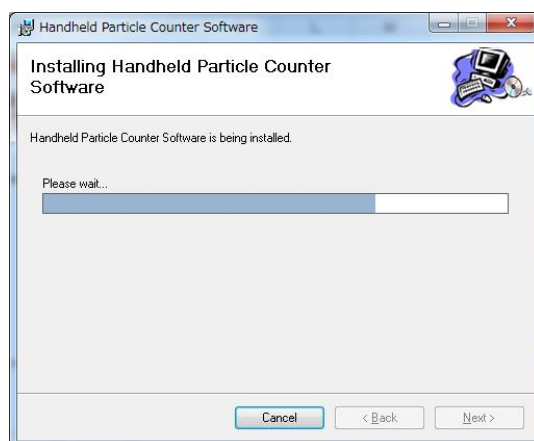

Figura 2-4
- 4) Hacer clic en el botón Siguiente (Next) para visualizar el cuadro de diálogo como se muestra en la Figura 2-4 abajo.